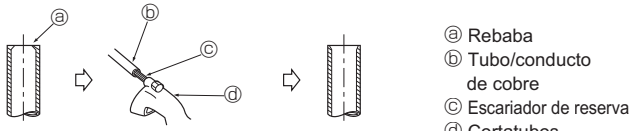

Fig. 4-4
4.2.2. Extracción de las rebabas (Fig. 4-4)